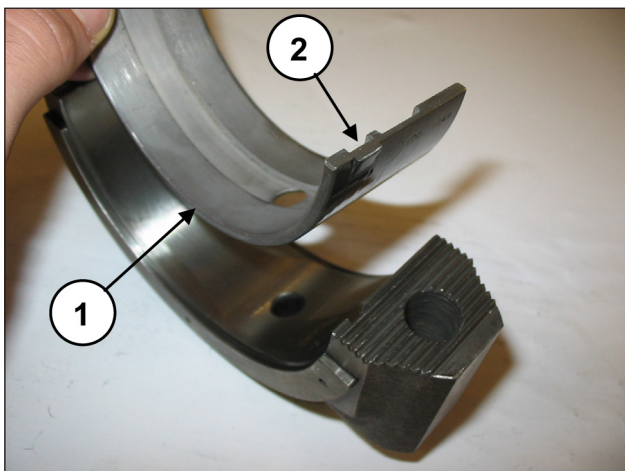

Fig. 83
Montar los semicojinetes inferiores en los sombreretes (pos. ①, Fig. 83). Comprobar que la lengüeta de referencia de los semicojinetes esté dentro del alojamiento del sombrerete (pos. ②, Fig. 83).